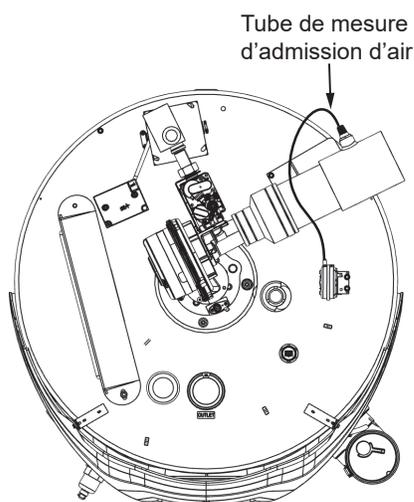

Figure 26. Tube de mesure sur contacteur d'admission d'air
2. Détacher le tube de mesure du contacteur d'admission d'air. Voir son emplacement à la **Figure 26**.